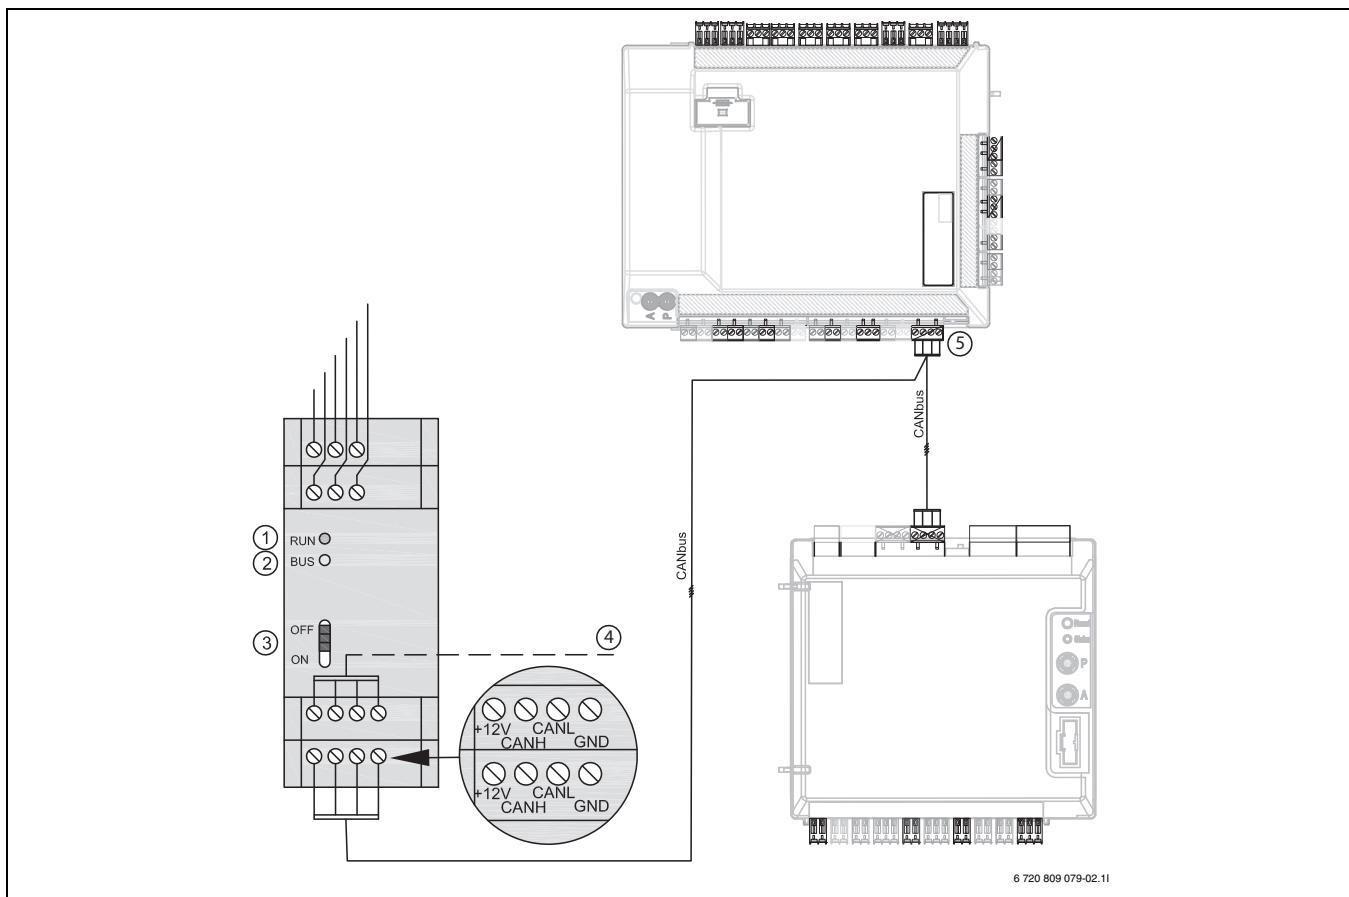

Fig. 2
- CANbus-kabel tussen installatiemodule in warmtepompmodule en vermogensbewaking aansluiten (→ afb. 2, 19). De kabel op de installatiemodule parallel op dezelfde klem als de warmtepomp aansluiten. In de vermogensbewaking kan elke willekeurige klem voor in- of uitgaande CAN-BUS-kabels worden gebruikt (→ [4] afb. 2, pagina 19).
- Afsluitweerstand op installatiemodule openen (→ [5] afb. 2, pagina 19).
- Vermogensbewaking (RCAN) afsluiten, wanneer deze de laatste eenheid op het CANbus-circuit is (→ [3] afb. 2, pagina 19).
De bedrijfslamp (→ [1] afb. 2, pagina 19) brandt groen, wanneer een vermogensbewaking is aangesloten en ingeschakeld.
Wanneer de CANbus actief is, brandt de CANbus-lamp (→ [2] afb. 2, pagina 19) geel. Wanneer de CANbus passief is, knippert de lamp geel.
- ▶ Raccorder le câble du bus CAN entre le module d'installation dans le module de pompe à chaleur et le délesteur (→ fig. 2, page 19). Brancher le câble au module d'installation de façon parallèle sur la même borne que la pompe à chaleur. Dans le délesteur, n'importe quelle borne de raccordement peut être utilisée pour les câbles CAN-BUS entrants ou sortants (→ [4] fig. 2, page 19).
- ▶ Ouvrir la terminaison du module d'installation (→ [5] fig. 2, page 19).
- ▶ Terminer le délesteur (RCAN) lorsqu'il constitue la dernière unité de la boucle de bus CAN (→ [3] fig. 2, page 19).
Le témoin lumineux de fonctionnement (\rightarrow [1] fig. 2, page 19) s'allume en vert lorsqu'un délesteur est raccordé et enclenché.
Lorsque le bus CAN est actif, le témoin de bus CAN (\rightarrow [2] fig. 2, page 19) s'allume en jaune. Lorsque le bus CAN est passif, le témoin clignote en jaune.